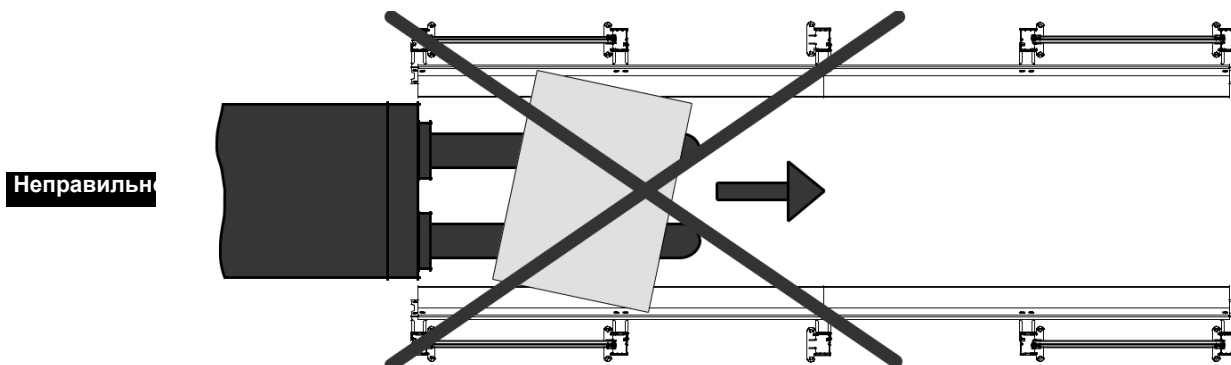

Рисунок 13 - Грузовая единица на вилках погрузчика, установленная с перекосом
- ▶ Не допускается въезжать в стеллаж с грузовой единицей, установленной на вилках грузоподъемной техники с перекосом (рис. 13);